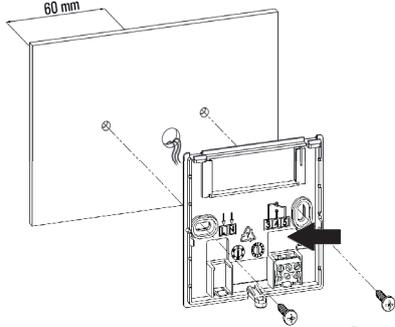

Рис. 6
4. Закрепите основание непосредственно на стене или на 2-модульных монтажных коробках через два винтовых отверстия с расстоянием между центрами 60 мм, обращая внимание на проталкивание кабелей через отверстие, как показано на рис. 6.